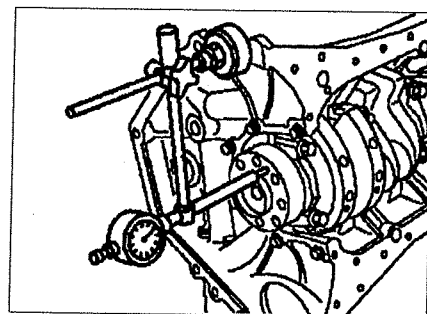

Рис. 2.66. Проверка осевого зазора в подшипниках коленчатого вала. (стр. 107)
5. Измерьте осевой зазор в подшипниках коленчатого вала (см.рис.2.66). Если полученное значение определено с допустимым отклонением, откорректируйте осевой зазор путем установки регуляторов осевого зазора необходимой толщины.